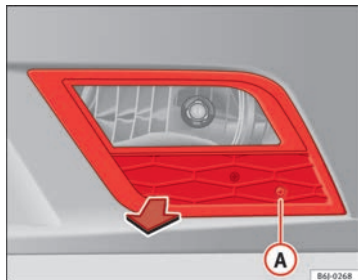

Abb. 161 Nebelscheinwerfer
- Entfernen Sie die Schraube ⇒ Abb. 161 (A) mit einem Schraubendreher aus dem Gitter des Nebelscheinwerfers.